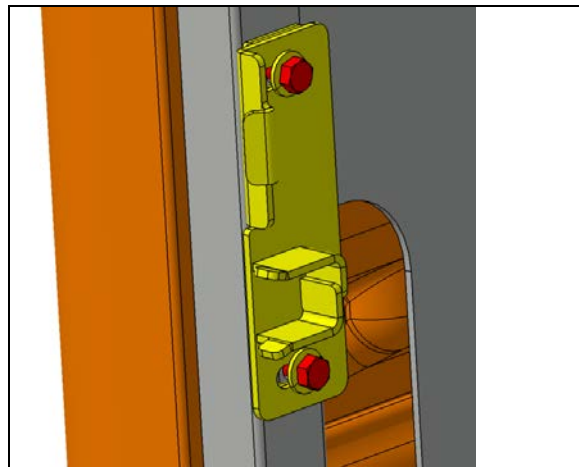

FIGURE 121:
- Procéder à l'ajustement transversal en déplaçant la plaque d'alignement et de verrouillage à l'aide des rainures (trous de montage) (Figure 121:).